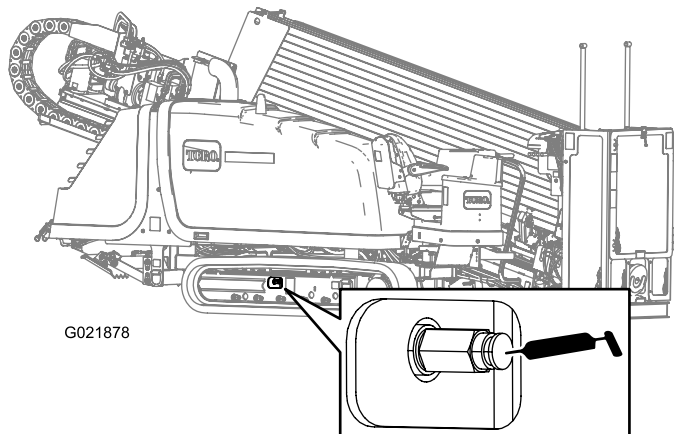

Figura 99
2. Remova a sujeira e as impurezas ao redor da válvula de alívio (Figura 99).
4. Aplique graxa na graxeira até a tensão atingir o valor de 22.063 kPa (3.200 psi) como mostra Figura 99.
4. Gire a válvula de alívio no sentido anti-horário, dando no máximo 1 volta (Figura 99).